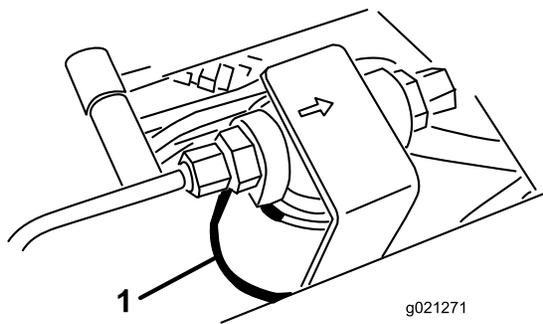
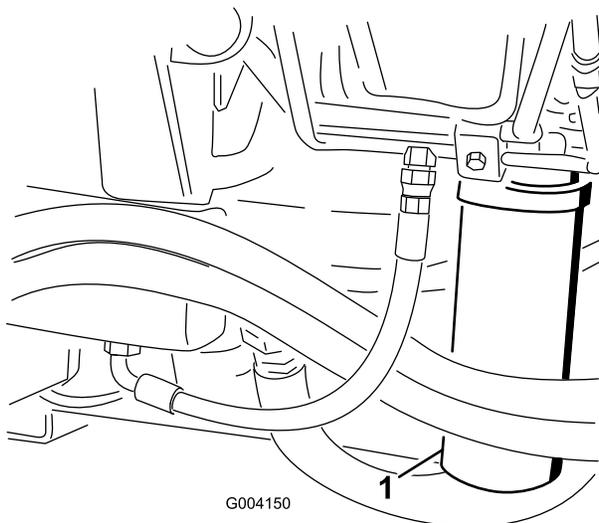

Figura 101
Figura 102
2. Pulite l'area di montaggio del filtro e collocate una bacinella di spurgo sotto il filtro (Figura 101) e (Figura 102).